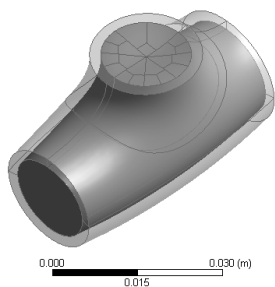
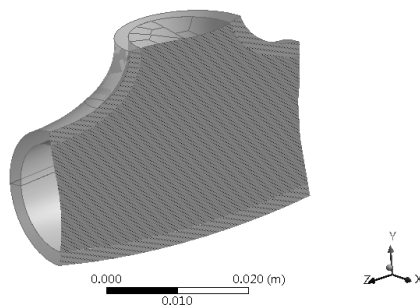

图 2-68 流体模型
图 2-69 流体部分剖面
Step6：单击工具栏中的 Generate 按钮，生成流体模型特征，如图 2-68 和图 2-69 所示。